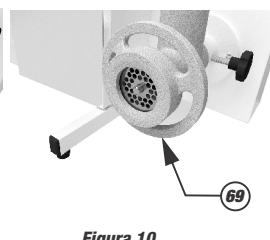

Figura 10
- Em seguida coloque e rosqueie o volante do moedor (69) até encostar no disco para moer conforme **figura 10**. Não há necessidade de aperto, apenas encoste.